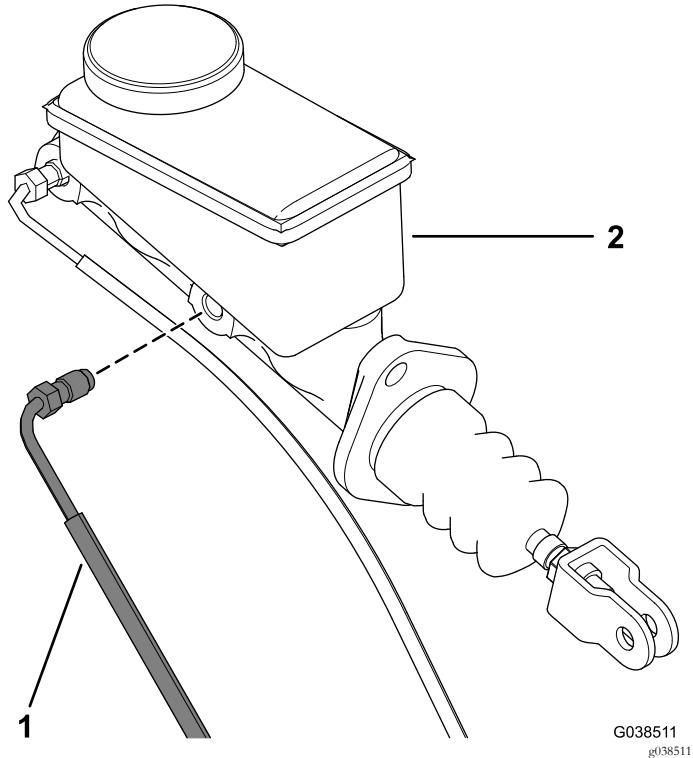

**Figura 4**
4. Retire os parafusos de cabeça flangeada ( $\frac{3}{8} \times 1$  pol.) que prendem o suporte para o conjunto da maxila do travão ao eixo e retire o conjunto da maxila do travão do eixo (Figura 4).
9. Instale o novo conjunto da maxila do travão no eixo utilizando os dois parafusos de cabeça sextavada (3/8 x 1 pol.) como se mostra na Figura 4.